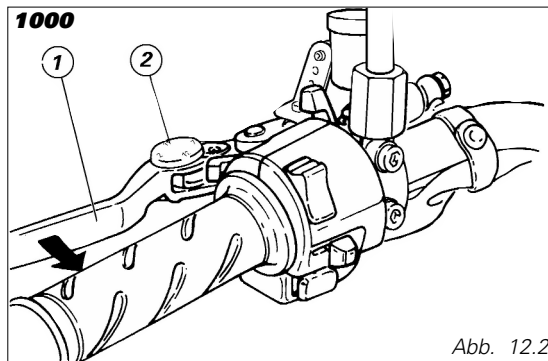

Abb. 12.2
Dieser Hebel (1) (Abb. 12.2) ist für das Auskuppeln zuständig. Er ist mit einem Regulierknopf (2) (Abb. 12) am Lenker ausgestattet, über den seine Distanz zum Lenkergriff eingestellt werden kann.
Für die Regulierung drückt man den Hebel (1) (Abb. 12.2) vollständig nach vorne, hält ihn so ausgerichtet, betätigt dabei den Regulierknopf (2) (Abb. 12.2) und bringt ihn so in eine der vier verfügbaren Positionen. Dabei ist zu berücksichtigen, dass: